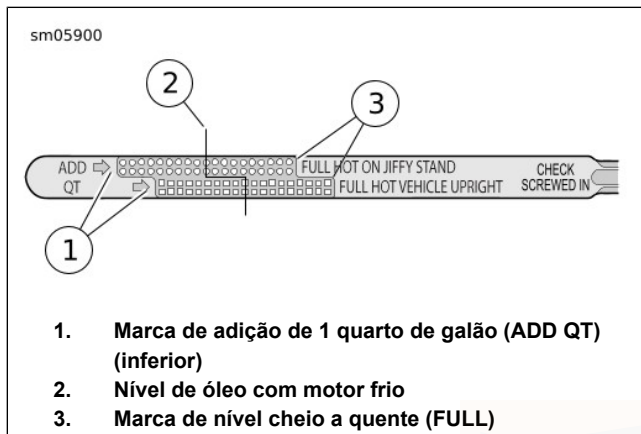

Figura 53. Vareta de nível de óleo do motor
3. Ver Figura 53. Retirar a vareta e verificar o nível de óleo. Remover o bujão de enchimento/vareta e verificar o nível de óleo. O nível correto do óleo é ao meio (2) entre as marcas adicionar (ADD QT) e cheio/quente (FULL HOT) na vareta.
4. Ver Figura 53. Remover o bujão de enchimento/vareta e verificar o nível de óleo. O nível de óleo deve situar-se entre as marcas adicionar (ADD QT) e cheio/quente (FULL HOT). Se o nível do óleo estiver na ou abaixo da marca adicionar (ADD QT), adicionar óleo apenas até o nível chegar à marca cheio/quente (FULL HOT). Não atestar demasiado.